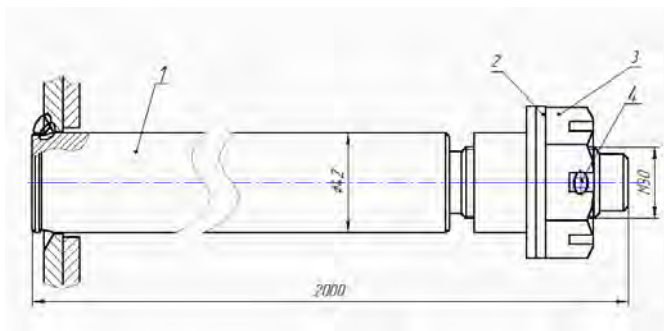

Рис.5
5.Вал батареи катков СКП-2,1 К4(рис.5)
Разобщик установить на вал рамки в последовательности по рис.1.Совместить отверстия скобы кулачка поз.1 с отверстиями пластины поз.8 приваренной на валу рамки и закрепить болтами М10х25. Затяжку болтов производить крутящим моментом 2...3 кгс м. Подвижный кулачок поз.2 зафиксировать от проворота через поводок болтом М16х70 рис.5. Болт установить в паз пластины СКП 01.01.003А.,приваренной к брусу рамы-рис3.